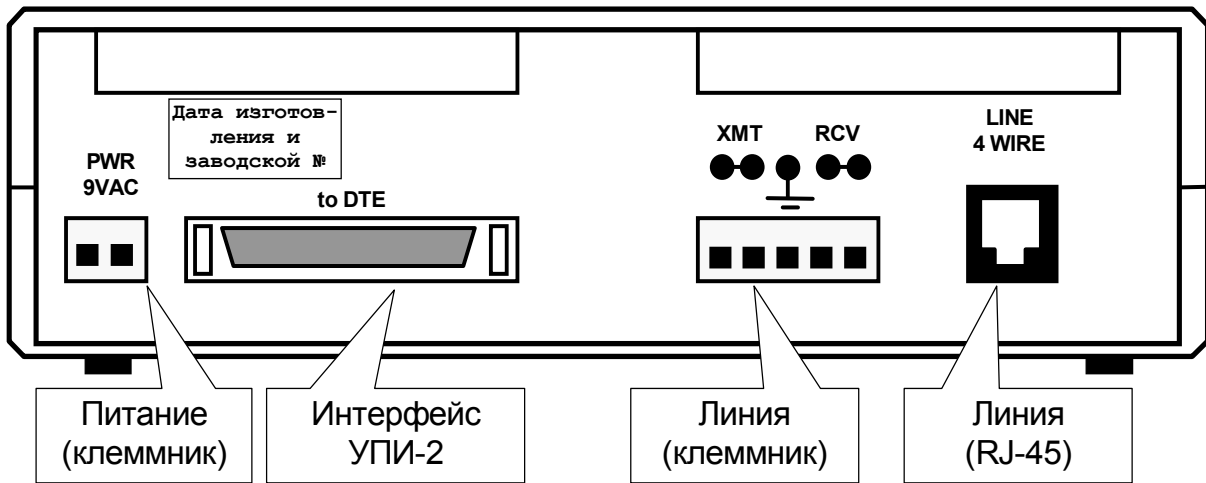

Рис. 4. Задняя стенка модема
На задней стенке модема расположены разъёмы для подключения интерфейсного кабеля УПИ-2, физической линии и питания (см.Рис. 4). Назначение контактов разъёма RJ-45 для подключения физической линии приведено на стр.33.
3. Подключить провода сетевого адаптера к клеммнику питания модема, расположенному на задней стенке модема, см.Рис. 4.